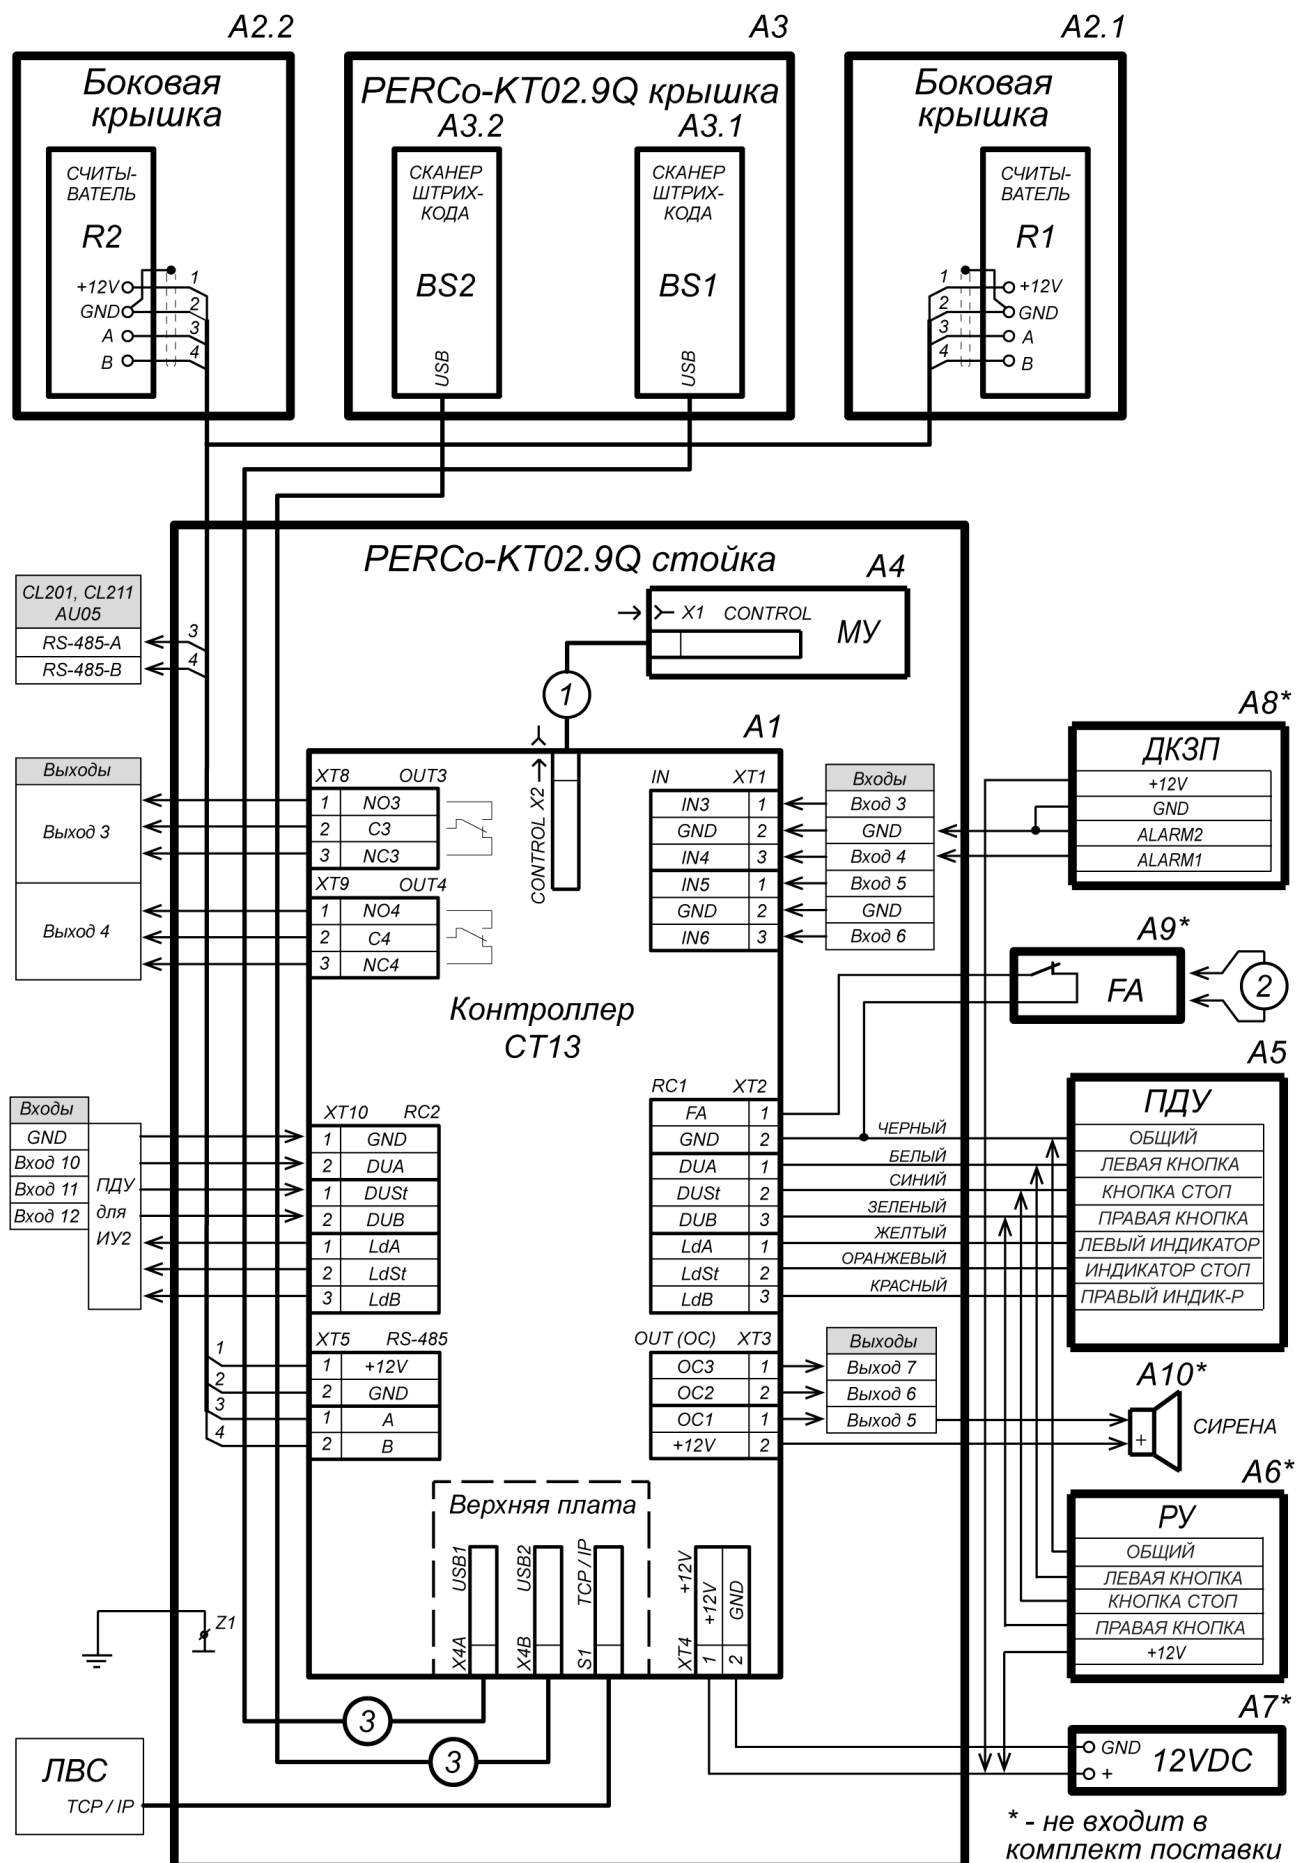

Рисунок 15. Общая схема подключения ЭП и дополнительного оборудования
Расположение клеммных колодок на нижней плате контроллера ЭП показано на рис. 8, назначение контактов клеммных колодок указано в табл. 2. Схема подключения приведена на рис. 15. Используемые при подключении типы кабелей указаны в табл. 5. При монтаже ЭП придерживайтесь следующей последовательности действий:
11. Подключите кабель питания (10) к клеммной колодке **XT4** на нижней плате контроллера согласно схеме, приведенной на рис. 15.
12. Подключите кабель ПДУ (14) к клеммной колодке **XT2** согласно схеме, приведенной на рис. 15.
13. Подключите, при необходимости, кабели от других устройств к соответствующим разъемам встроенного контроллера ЭП в соответствии с общей схемой, приведенной на рис. 15, а также частными схемами для различных видов устройств, представленными на рис. 16 - 23.
позиции A1-A3 и Z1 – указаны на схеме рис.15